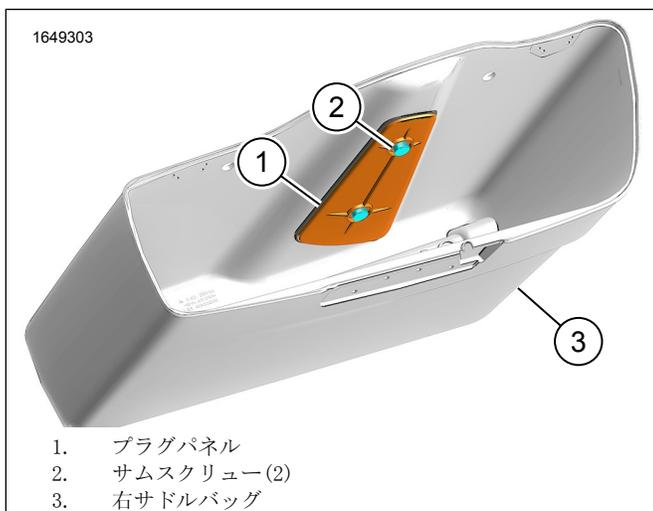

図21. プラグパネル
4. 図21を参照してください。プラグパネル(1)をインナーベゼルの上に配置します。